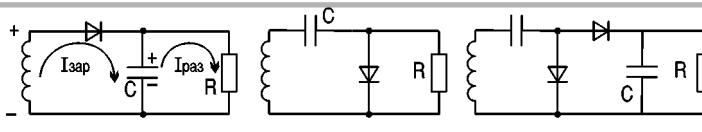

рис. 1
АД подразделяют на последовательный (**рис. 1, а**); параллельный (**рис. 1, б**); по схеме удвоения (**рис. 1, в**). По сравнению с другими каскадами приемника конструкции АД просты. Все они содержат нелинейные элементы (диод) и пассивные элементы С и R.
2. Чтобы получить информационный сигнал, необходимо импульсы тока диода преобразовать и получить из них среднее значение. Такое преобразование обеспечивается включением конденсатора C параллельно резистору R (рис. 1, а).
Для переменного тока со- противление конденсатора значительно меньше сопротивления резистора. Поэтому импульсный ток $I_{зар}$ протекает последовательно через диод и конденсатор. Последний заряжается до напряжения с полярностью, указанной на рис. 1, а. В отрицательные полупериоды модулированных колебаний ток через диод протекать не может, и конденсатор получает возможность разряжаться через резистор R . Поскольку сопротивление резистора больше прямого сопротивления диода, то разряжается конденсатор медленнее, чем заряжается. В результате все время при воздействии АМ колебаний на конденсаторе имеется напряжение U_c , среднее значение которого $U_{с0}$ изменяется примерно по закону сигнала информации.
Из рис.1, а видно, что напряжение U_C через катушку приложено между катодом и анодом диода и препятствует прохождению его тока. Ток диода вынужден проходить только в моменты, когда амплитуда модулированного напряжения U_{mod} больше напряжения U_C . Другими словами, из-за запирающего действия U_C ток диода протекает с отсечкой некоторой его части. Так как среднее